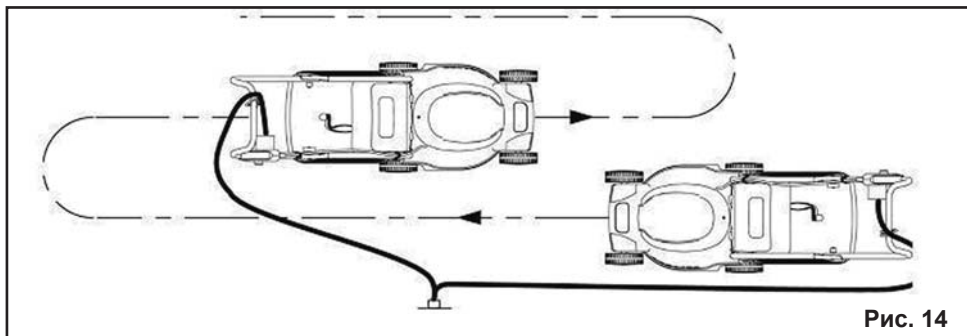

Рис. 14
8.2.5. Одновременно с включением двигателя придет во вращение режущий нож и можно будет приступить к скашиванию травы. Перемещайтесь во время скашивания по газону таким образом, чтобы исключить вероятность повреждения удлинителя (Рис.14).